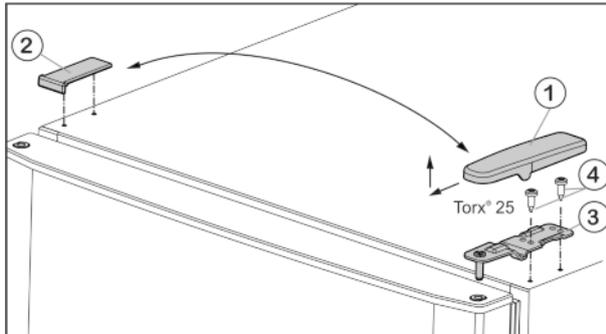
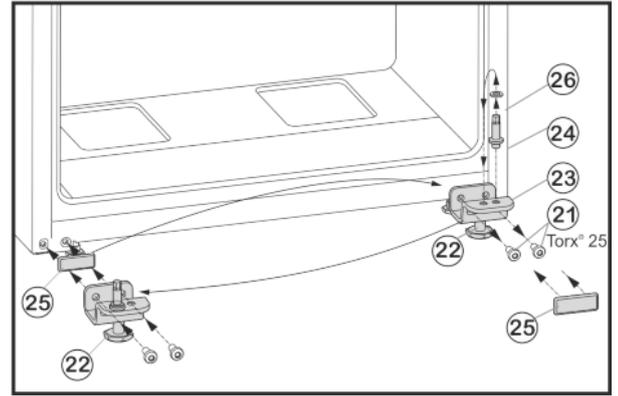

Fig. 4
Fig. 6
- Abdeckung Fig. 4 (1) nach vorne und oben abziehen.
- Abdeckung Fig. 4 (2) abheben.
- Oberen Lagerbock Fig. 4 (3) abschrauben (2 mal Torx® 25) Fig. 4 (4) und nach oben abziehen.
- Befestigungsschrauben Fig. 6 (21) abschrauben.
- Lagerbock unten Fig. 6 (23) komplett mit Lagerbolzen Fig. 6 (24), Scheibe Fig. 6 (26) und Stellfuß Fig. 6 (22), abnehmen.
- Lagerbolzen Fig. 6 (24) komplett mit Scheibe Fig. 6 (26) abschrauben, in das gegenüberliegende Aufnahmeloch des Lagerbocks umsetzen und wieder festschrauben.
- Abdeckplatte Fig. 6 (25) vorsichtig abnehmen und auf die Gegenseite umsetzen.
- Lagerbock unten Fig. 6 (23) komplett mit Lagerbolzen Fig. 6 (24), Scheibe Fig. 6 (26) und Stellfuß Fig. 6 (22) auf der neuen Scharnierseite ggf. mit Hilfe eines Akkuschräubers **fest (mit 4 Nm)** wieder anschrauben.
- Untere Tür von oben auf Lagerbolzen Fig. 6 (24) aufsetzen.
- Lagerbock Mitte (13) um 180° gedreht in die untere Tür einsetzen und mit Befestigungsschrauben (11) (2 mal Torx® 25) auf die neue Scharnierseite **fest (mit 4 Nm)** anschrauben.
- Kunststoffscheibe (10) wieder aufsetzen.
- Obere Tür auf den Lagerbock Mitte (13) setzen.
- Oberen Lagerbock Fig. 4 (3) auf der neuen Scharnierseite in die Tür einsetzen.
- Oberen Lagerbock **fest (mit 4 Nm)** anschrauben (2 mal Torx® 25) Fig. 4 (4). Eventuell einen Akkuschräubler verwenden.
- Abdeckung Fig. 4 (1) auf der Gegenseite von außen aufsetzen und einrasten.
- Abdeckung Fig. 4 (2) jeweils auf der Gegenseite von oben aufsetzen und einrasten.
- Stellfuß Fig. 6 (22) am Lagerbock unten Fig. 6 (23) herausdrehen, bis er auf dem Boden aufliegt.